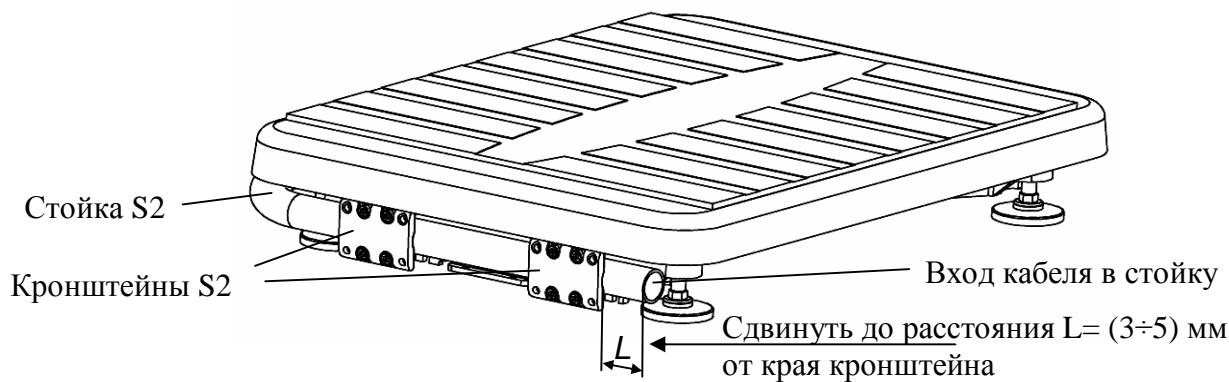

Рисунок 6.2 - Крепление круглой вращающейся стойки
- в основании весов сдвинуть стойку в направлении указанном стрелкой (рисунок 6.2), обеспечив расстояние L = (3÷5) мм от ее края до края кронштейна;
- излишек кабеля на входе в стойку (рисунок 6.2) заправить внутрь стойки.